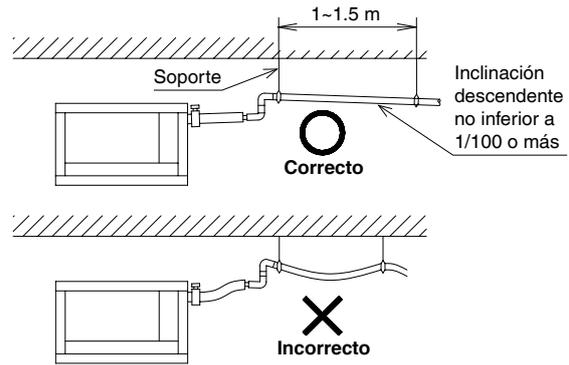

Fig. 13
- Instale la tubería de desagüe tan corta como sea posible con inclinación descendente de 1/100 o más y sin inclinación que permita al aire estancarse. (Consulte la Fig. 13) (Puede causar ruido anormal como burbujeo).
- Instale los soportes a una distancia de entre 1 y 1.5 m para que la tubería no se flexione. (Consulte la Fig. 13)
- Asegúrese de usar la manguera de desagüe incluida (2) y la abrazadera de metal (1). Inserte la manguera de desagüe (2) en el conector de desagüe hasta el punto donde el diámetro del conector se hace más grande. Coloque la abrazadera de metal (1) en el extremo de la manguera acampanada y apriete la abrazadera de metal (1) a 1.2~1.5 N·m (120~150 N·cm).